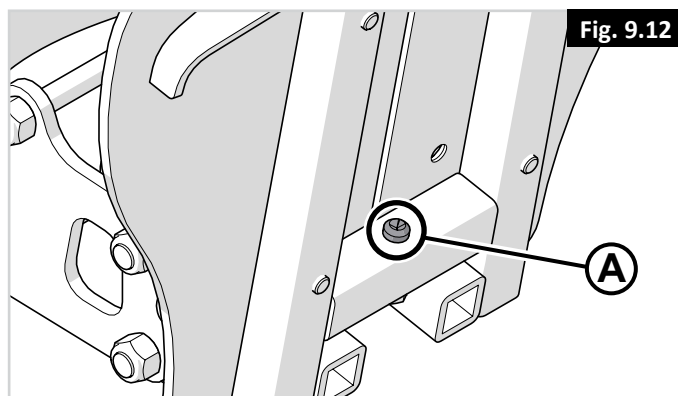

Fig. 9.12
2. A continuación, apriete (A - Fig. 9.12) (llave Allen de 4 mm)